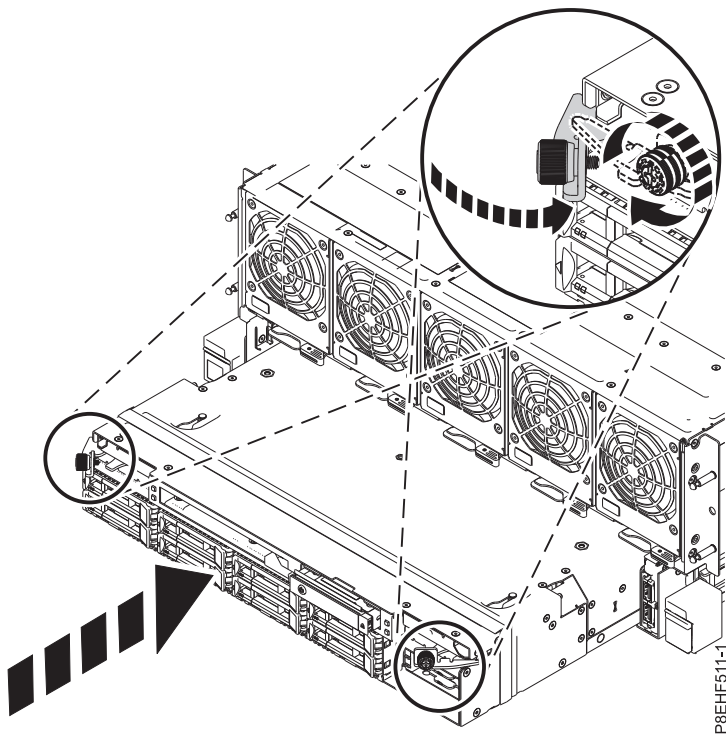

Figure 14. Remplacement de l'assemblage RAID
5. Faites glisser l'assemblage RAID dans le système. Faites pivoter les taquets et serrez les vis moletées, comme indiqué dans la figure 14.